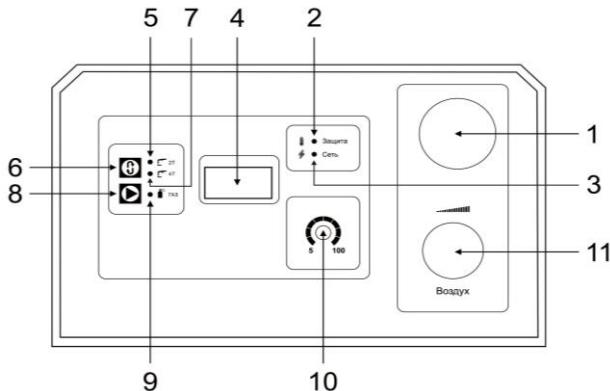

Рис.3. Панель управления
2.1. Вращая ручку регулятора (Рис.3, п.10), выставите параметры следующим образом:
2.2. Кнопка выбора 2Т и 4Т режимов (Рис.3, п.6). Двухтактный режим работы — это режим, при котором в течение всего сварочного процесса кнопка на горелке должна быть нажата.
2.3 Кнопка проверки воздуха: короткое нажатие на кнопку выпускает небольшой объем воздуха, длительное нажатие (более 1С) служит для большего выпуска объема воздуха. Позволяет проверить оба газовых клапана (Рис.3, п.8).
Внезапная остановка может произойти из-за перегрева. При перегреве аппарата загорается индикатор «Защита» (Рис.3), и процесс резки автоматически останавливается. При этом, не отключая аппарат, дождитесь, пока внутренняя температура не станет соответствовать стандартному диапазону. И погаснет индикатор.